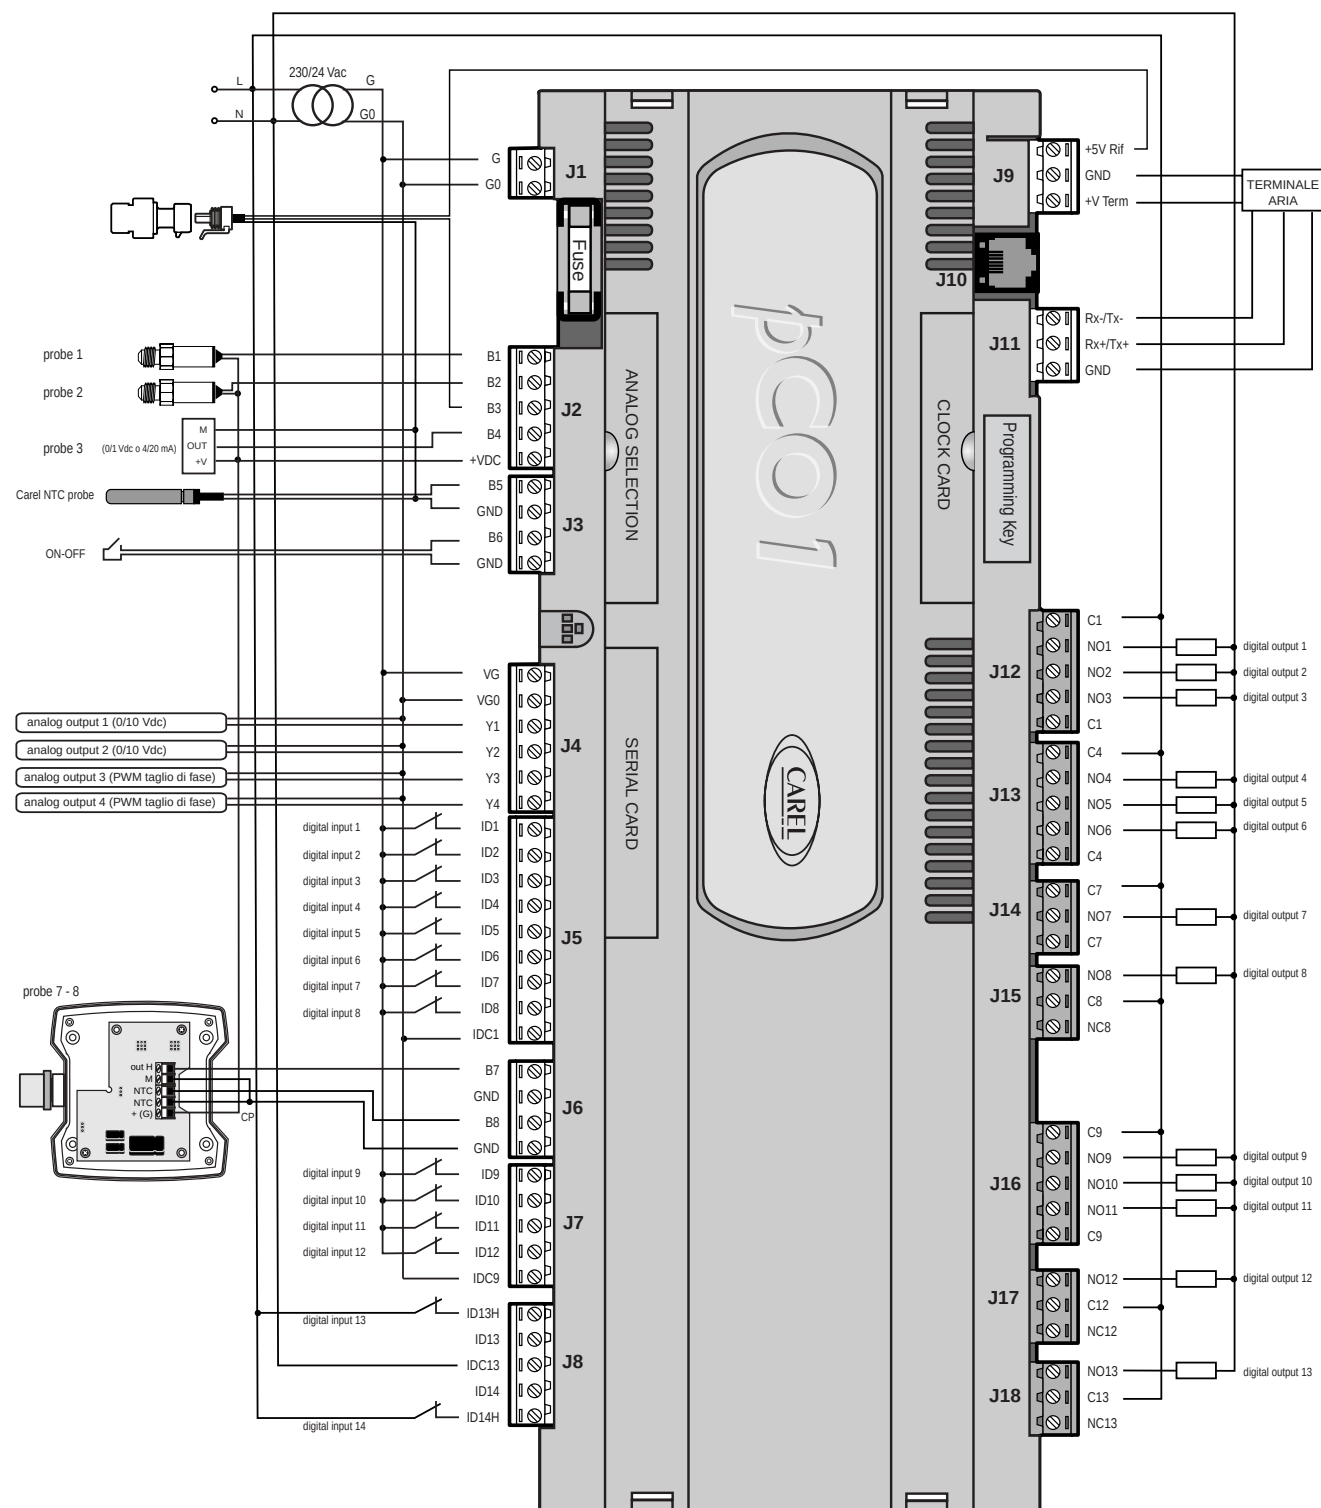

Fig. 8.1
- la connessione equipotenziale CP, di Fig. 8.1 (probe 7-8), va eseguita direttamente sul morsetto GND o comunque mai al di fuori del quadro elettrico.
- the earth connection CP, in Fig. 8.1 (probe 7-8), should be made directly to the GND terminal, and in any case never outside of the electrical panel.